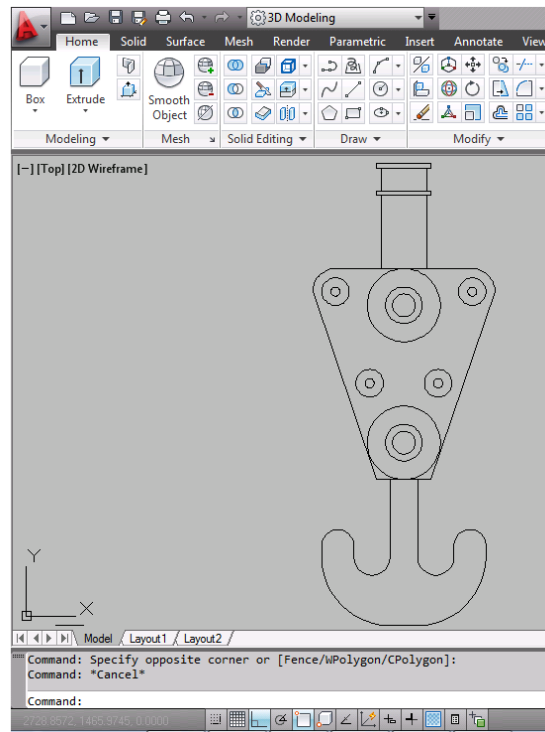

Figura 4.20 Ejercicio 3
50. Finalmente se tiene un “Hook Block” o bloque de Gancho de una grua estructural (*figura 4.20*).